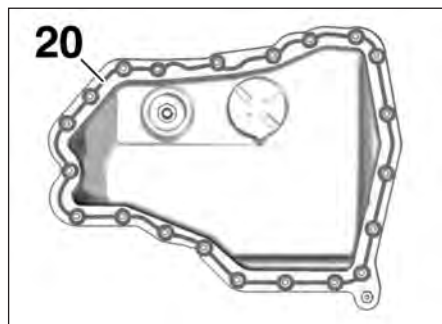

FIG.22
- Appliquer un cordon de pâte d'étanchéité (20) sur le plan de joint du carter inférieur (Fig.22).